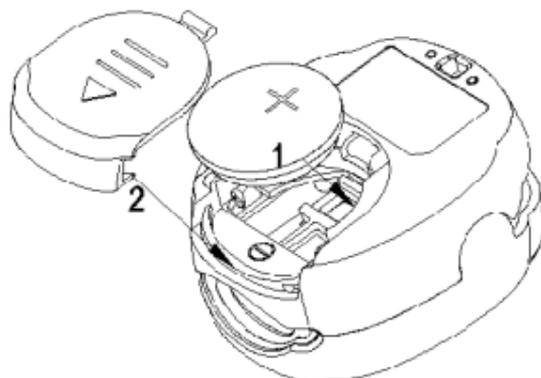

Figura 2
1. Introducir la batería en el alojamiento específico, controlando que el sentido de introducción sea correcto (como indicado en Figura 2).